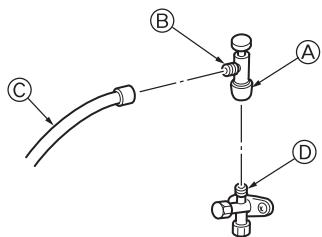

Fig. 4-9
- ① Enlever le capuchon, ramener la poignée vers soi et la tourner d'un quart de tour en sens inverse des aiguilles d'une montre pour ouvrir la vanne.
② Vérifier que la vanne d'arrêt est complètement ouverte, appuyer sur la poignée et tourner le capuchon pour le ramener sur sa position d'origine.
(2) Côté liquide (Fig. 4-9)
- ① Retirez le bouchon, et tournez la tige de soupape à fond dans le sens antihoraire avec une clé hexagonale de 4 mm [3/16"]. Arrêtez de tourner quand elle frappe la retenue.
② Vérifier que la vanne d'arrêt est complètement ouverte et tourner le capuchon pour le ramener sur sa position d'origine.
Précautions à prendre lors de l'utilisation de la soupape de charge (Fig. 4-9)